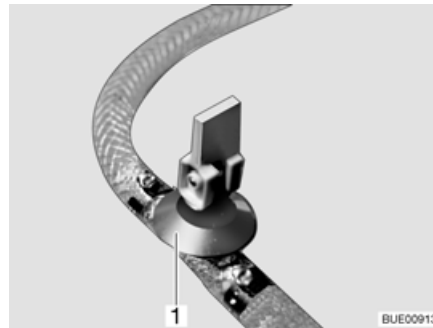

Fig. 190 Rubinetto di scarico (con leva a bilanciante)
- Chiudere tutti i rubinetti di scarico. A tale scopo, posizionare la leva a bilanciante del rubinetto di scarico (Fig. 190,1) in orizzontale.